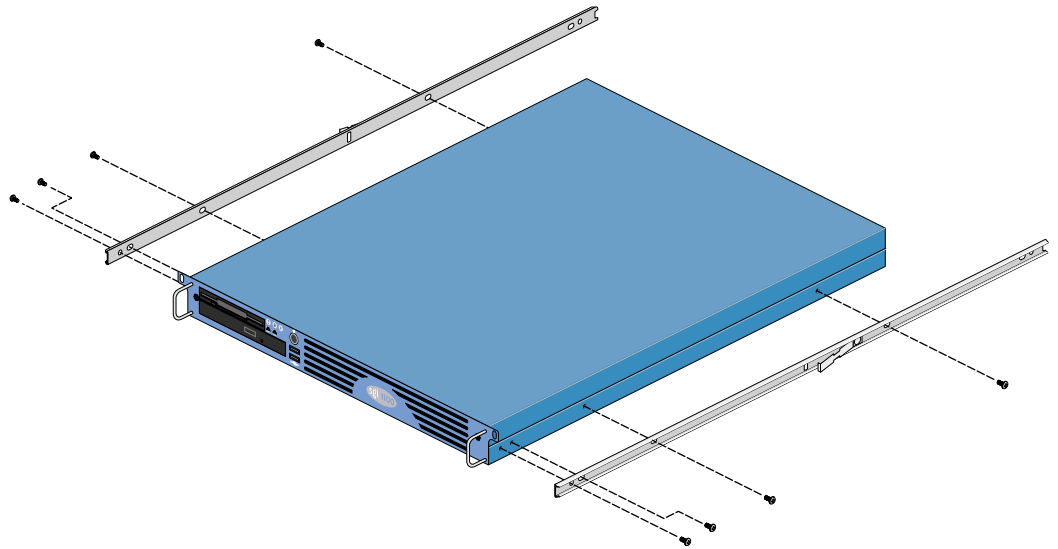

图 2-8 将底轨固定到 SGI 1100 服务器的底盘
1. 用四个 M4xL5 螺丝（请参阅表 2-2）将一根底轨固定到 SGI 1100 服务器底盘的右边。确保底轨安装的方向正确（详细情形见图 2-8）。